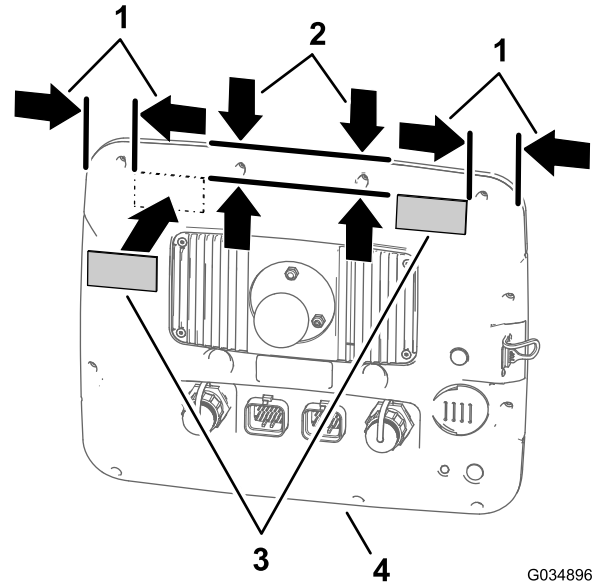

図 3
2. 図3のように、散布モニタの裏側に粘着シールをセットする。